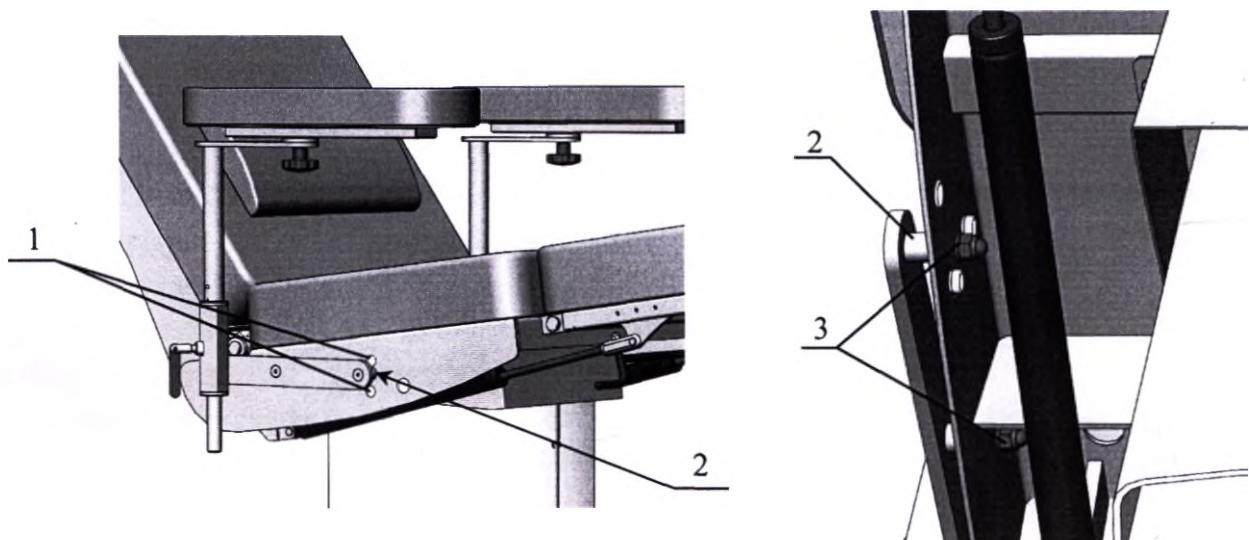

Рисунок 13. Изменение угла наклона подлокотника относительно поверхности сиденья.
10.11.7. После изменения угла наклона сиденья необходимо переустановить подлокотники, чтобы обеспечить расположение верхних плоскостей подушек подлокотников параллельно горизонту. Для этого достаточно переустановить стойки 2 с обеих сторон сиденья на другие отверстия (Рисунок 13).